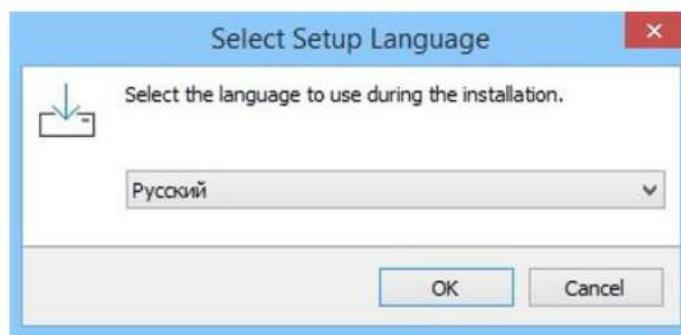

Рисунок 2 - Выбор языка
- 2) Выбрать язык, нажать кнопку «OK» (Рисунок 2).